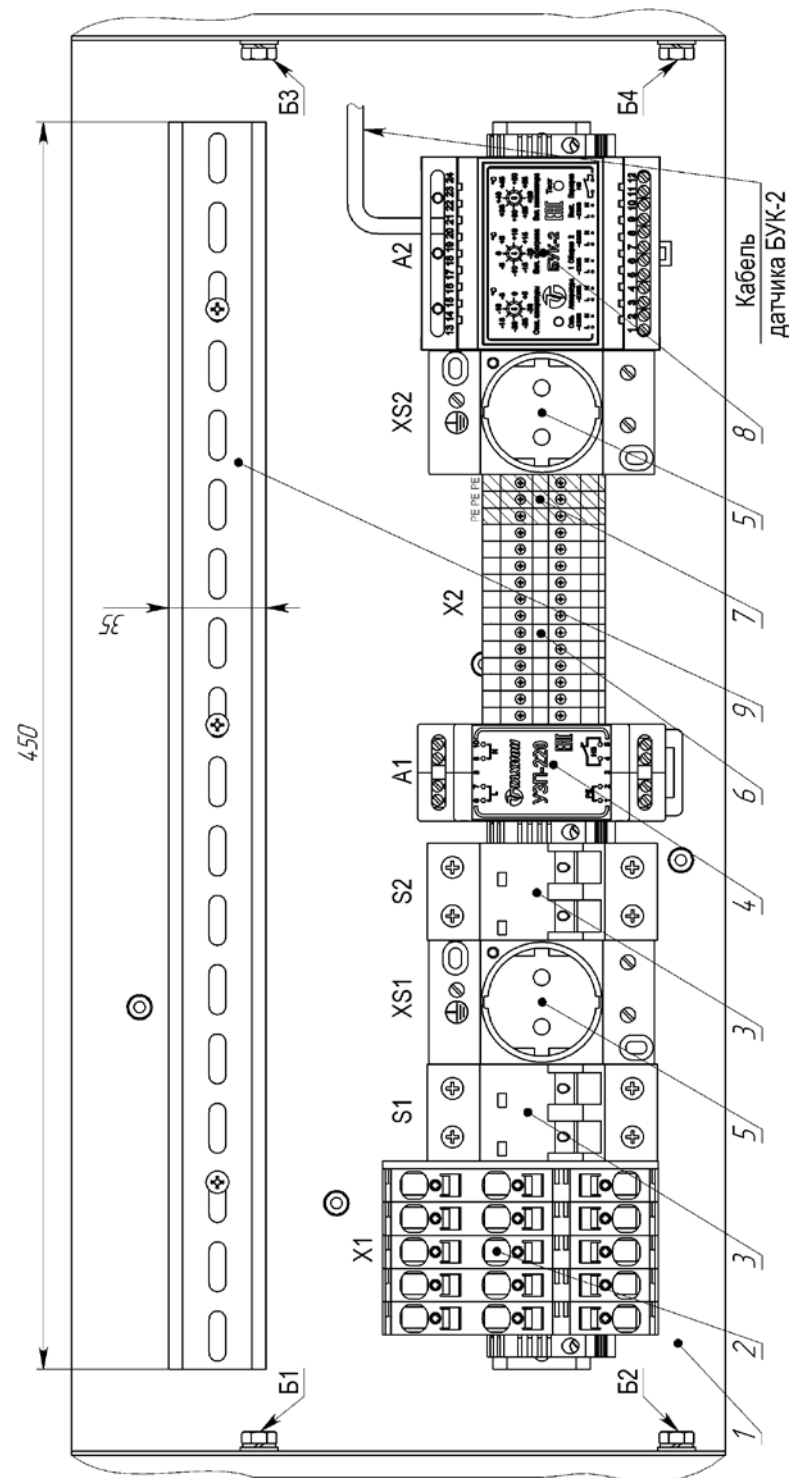

Рис.3 Устройство панели управления.
Состав панели управления (рис.3):
2. Открыть переднюю дверь термощкафа (дверь с защитной решёткой), демонтировать панель управления, выкрутив болты Б1-Б4 (рис.3).